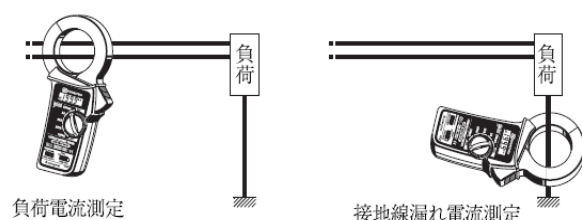

图 3、普通测量
- (1) 将功能/量程开关（5）设置在适当位置。请勿输入超过量程规定的最大允许电流值。
- (2) 普通测量时，只须打开钳口扳手夹在一根导线上，请将导线置于闭合钳形传感器的中央位置。显示测试电流值。（测量接地泄漏电流或微小电流时，也可采用此方法（图 3 所示）